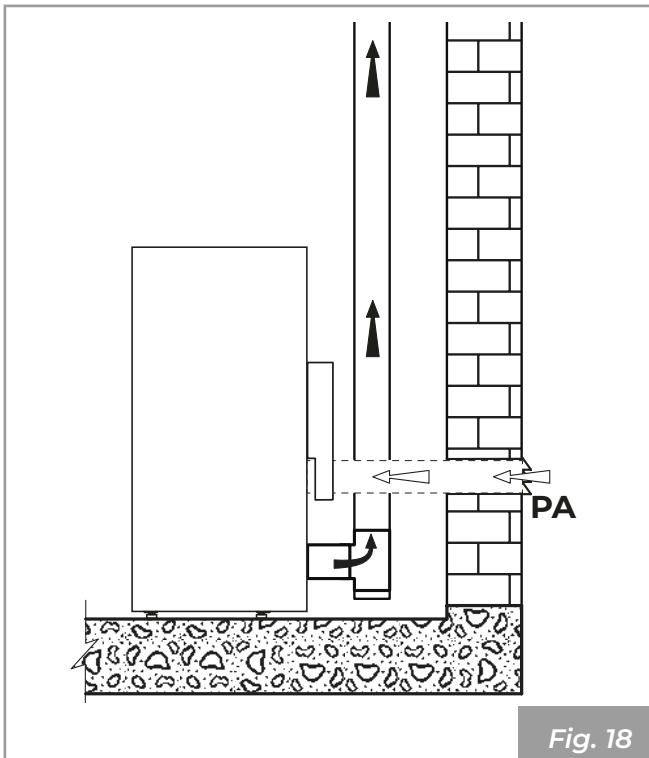

Fig. 18
- provenire dall'ambiente di installazione o da adeguati locali attigui (**Fig. 18**)
Realizzare la presa d'aria sulla parete (**Fig. 18 - PA** = Presa d'Aria), e lasciare che l'apparecchio sia libero di prelevare aria in ambiente.